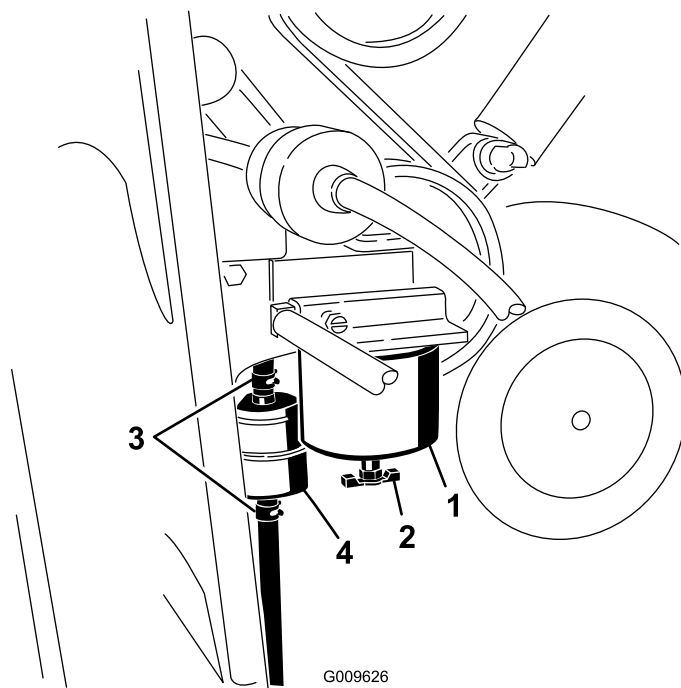

Рисунок 35
3. Найдите топливный фильтр на правой стороне двигателя (Рисунок 35) и поместите под ним чистую емкость.
4. Найдите топливный фильтр на правой стороне двигателя (Рисунок 35) и поместите под ним чистую емкость.
5. Очистите область крепления корпуса фильтра (Рисунок 35).
6. Снимите корпус фильтра и очистите монтажную поверхность (Рисунок 35).
9. Вверните корпус фильтра вручную в монтажное отверстие. После соприкосновения прокладки с монтажной поверхностью доверните корпус еще на пол-оборота (Рисунок 35).
10. Найдите проходной фильтр слева от корпуса топливного фильтра (Рисунок 35) и отметьте направление стрелки потока на боковой стороне проходного фильтра.
11. Ослабьте хомуты на обоих концах проходного фильтра и отсоедините от него шланги (Рисунок 35). Удалите в отходы фильтр.
12. Наденьте шланги на концы нового фильтра (Рисунок 35) так, чтобы стрелка на фильтре показывала в сторону двигателя или электрического топливного насоса.